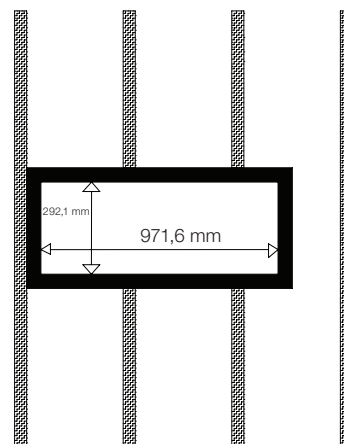

Abbildung 16
3. Verwenden Sie 5x15-cm-Holzbretter, um einen Rahmen mit einem Innenmaß von 971,6 mm x 292,1 mm (38,25" x 11,5") zu bauen (Abbildung 16). Befestigen Sie diesen an den vorhandenen Stützen mit Nägeln oder Holzschrauben.